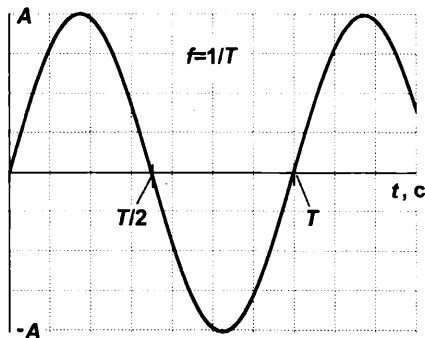

Рис. 4.2. График простого синусоидального колебания
На рис. 4.2 приведен график такой величины в зависимости от времени в условном масштабе. По оси ординат могут быть отложены как напряжение или ток, так и любой другой физический параметр. Отрезок времени T есть период изменения, а величина A носит название *амплитуды* и представляет собой максимальное значение нашей переменной в одном периоде (отметим, что для синусоидального закона минимальное значение — на части графика ниже оси абсцисс — по абсолютной величине строго равно максимальному). Величина, обратная периоду, обозначается буквой f и носит название *частоты* (см. формулу на рис. 4.2, *вверху*). Для нее придумана специальная единица измерения — это хорошо всем знакомый герц (Гц), названный так в честь немецкого физика XIX века Генриха Герца, доказавшего существование радиоволн. Как следует из определения частоты, размерность герца есть единица, деленная на секунду: $1 \text{ Гц} = 1/\text{с}$. Это просто-напросто означает, что колебание с частотой 1 Гц имеет период повторения ровно 1 секунду. Соответственно, 1 кГц (килогерц) означает, что в одной секунде укладывается тысяча периодов, 1 МГц (мегагерц) — миллион периодов и т. п.
Эта величина носит название *фазы*. Взятая для одного отдельного колебания, величина фазы выглядит не имеющей особого смысла, так как мы всегда можем сместить точку начала отсчета времени так, чтобы привести уравнение к виду (1), а, соответственно, график — к виду рис. 4.2, и при этом ничего не изменится. На экране осциллографа это можно сделать очень наглядно — поворотом ручки «Уровень» (имеется в виду уровень синхронизации). Однако все будет выглядеть иначе, если мы имеем два связанных между собой колебания — скажем, напряжения в разных точках одной схемы. В этом случае нам может быть важно, как соотносятся их величины в каждый момент времени, и тогда фаза одного переменного напряжения относительно другого (называемая в этом случае *сдвигом* или *разностью*
Для того чтобы понять смысл этого вопроса, давайте внимательно рассмотрим график синусоидального напряжения на рис. 4.2. В каждый момент времени величина напряжения в нем разная — соответственно, будет разной и величина тока через резистор нагрузки, на который мы подадим такое напряжение. В моменты времени, обозначенные $T/2$ и T (т. е. кратные половине периода нашего колебания), напряжение на нагрузке вообще будет равно нулю (ток через резистор не течет), а в промежутках между ними — меняется вплоть до некоей максимальной величины, равной амплитудному значению A . Точно так же будет меняться ток через нагрузку, а, следовательно, и выделяемая мощность (которая от направления тока не зави-
Называть действующее значение «средним» неверно, правильно называть его *среднеквадратическим* (по способу вычисления — через квадрат функции от времени). Но существует и понятия среднего значения, причем не одно, а даже два. Просто *среднее* (строго по смыслу названия) — сумма всех мгновенных значений за период. И так как нижняя часть синусоиды (под осью абсцисс) строго симметрична относительно верхней, то можно даже не брать интегралов, чтобы сообразить, что среднее значение синусоидального напряжения, показанного на рис. 4.2, в точности равно нулю, — положительная часть компенсирует отрицательную. Но такая величина малоинформативна, поэтому чаще используют *средневыпрямленное* (среднеамплитудное) значение, при котором знаки не учитываются (т. е. в интеграл подставляется абсолютная величина напряжения). Эта величина (U_c) связана с амплитудным значением (U_a) по формуле $U_a = \pi \cdot U_c / 2$, т. е. U_a равно примерно $1,57 \cdot U_c$.